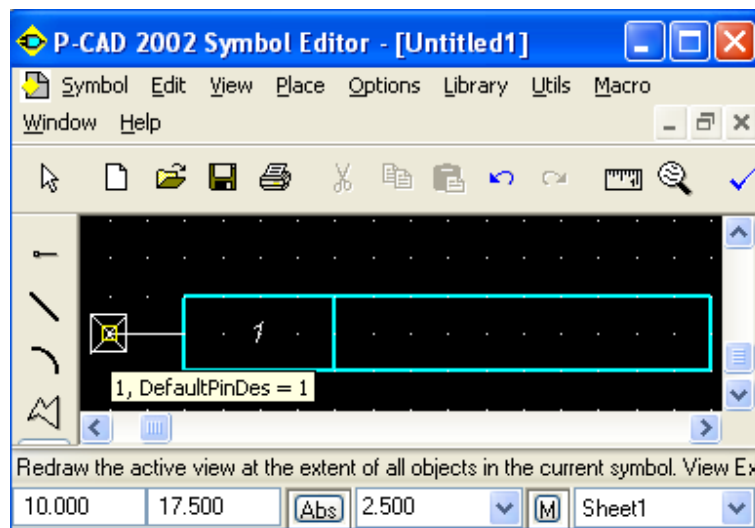

Рис. 4.61 - Установка выводов и точки привязки УГО электрического соединителя
- Для этого выполнить команду **Place Ref Point** . Поместить курсор в точку с координатами (10; 17,5) и щелкнуть ЛК (рис. 4.61).